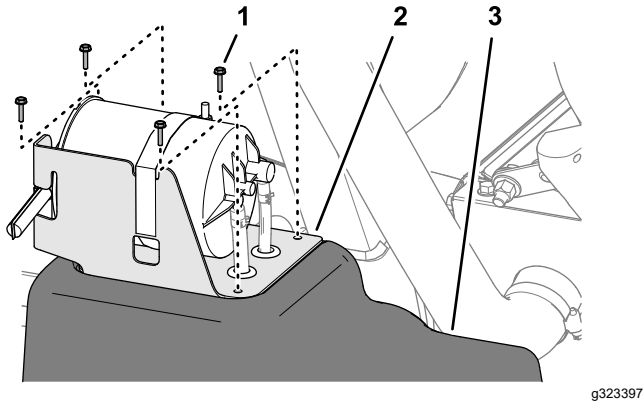

Figura 116
2. En el depósito de combustible, retire los 4 tornillos (N.º 10 x ¾") que sujetan el soporte del cartucho de carbón a la parte superior del depósito de combustible (Figura 116).